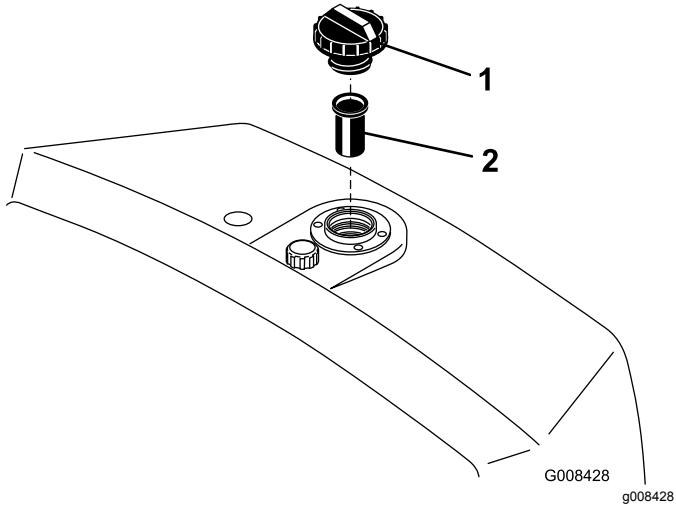

Figure 48
2. Retirez le bouchon du réservoir et vérifiez le niveau d'huile. L'huile doit arriver au bas de la crête dans le goulot de remplissage (Figure 48).